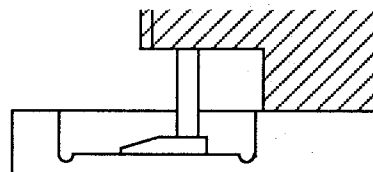

Fig. 26
- Höhenmeßuhr so auf die Einstellplatte legen, daß deren Meßfuß im ausgearbeiteten Teil der Einstellplatte aufsteht (Fig. 26).
- Place the Dial Height Gauge onto the Post Adjustment Plate so that the measuring probe of the Dial Height Gauge locates into the cut-out provided on the Post Adjustment Plate (Fig. 26).